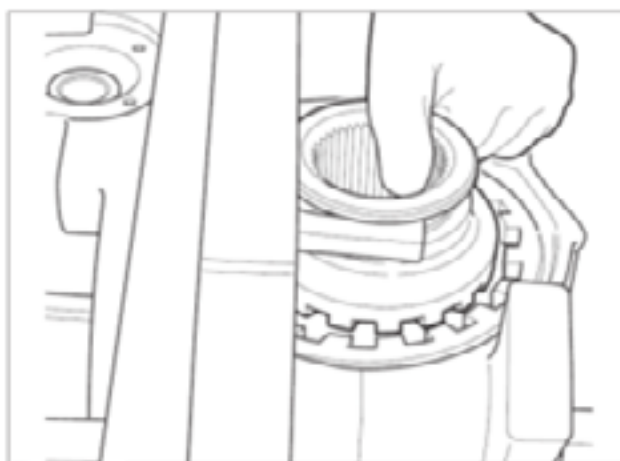

Fig. 2.70
7. Segure e incline o garfo de mudança, coloque o anel de travamento no garfo (Fig. 2.69). Certifique-se de que existe espaço suficiente entre o garfo e a capa do mancal (Fig. 2.70)